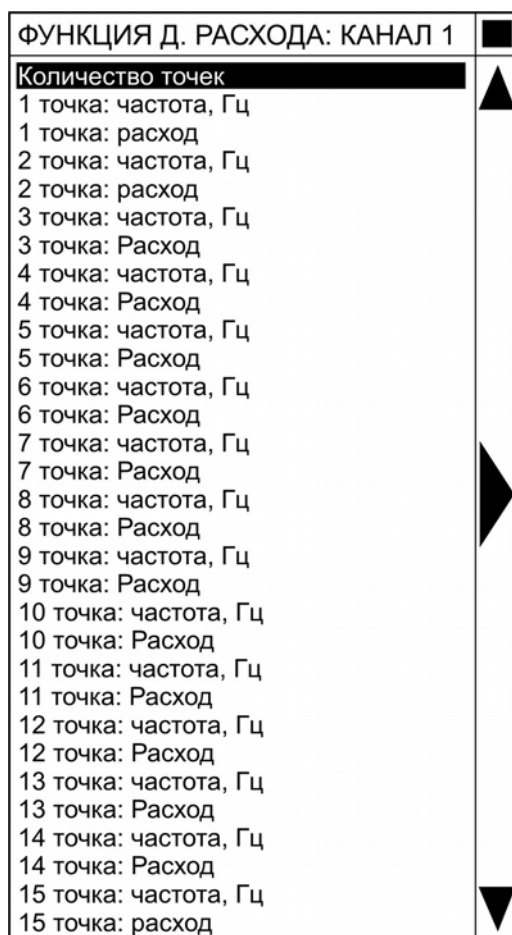

Рисунок 19 — Меню «Функция датчика расхода: канал 1»
3.4.7.4 Активация строки «Ввод частотной функции», выводит на экран меню «Функция датчика расхода: канал 1» (рисунок 19).